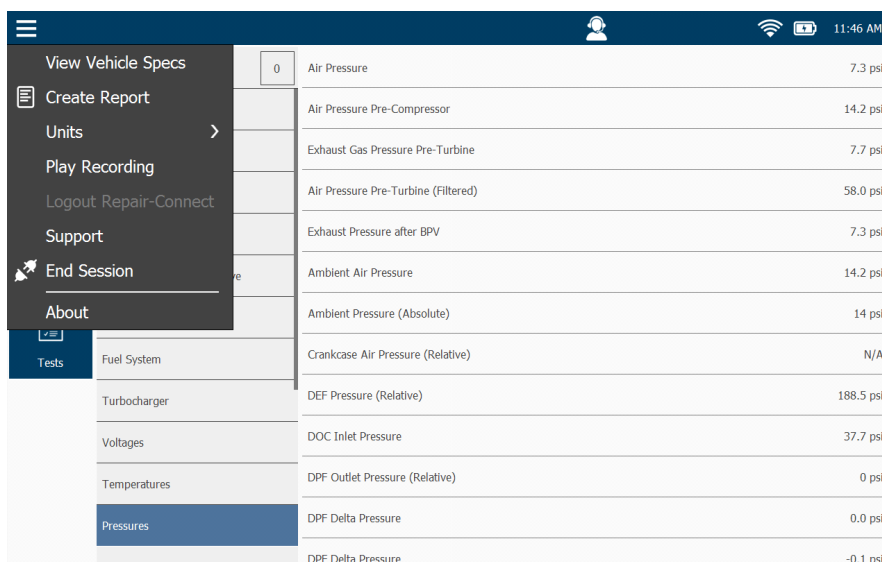

Figura 4.53 Menú de Diagnóstico
- 4 Toque **Exit** para regresar al Menú de Diagnóstico (Figura 4.53).